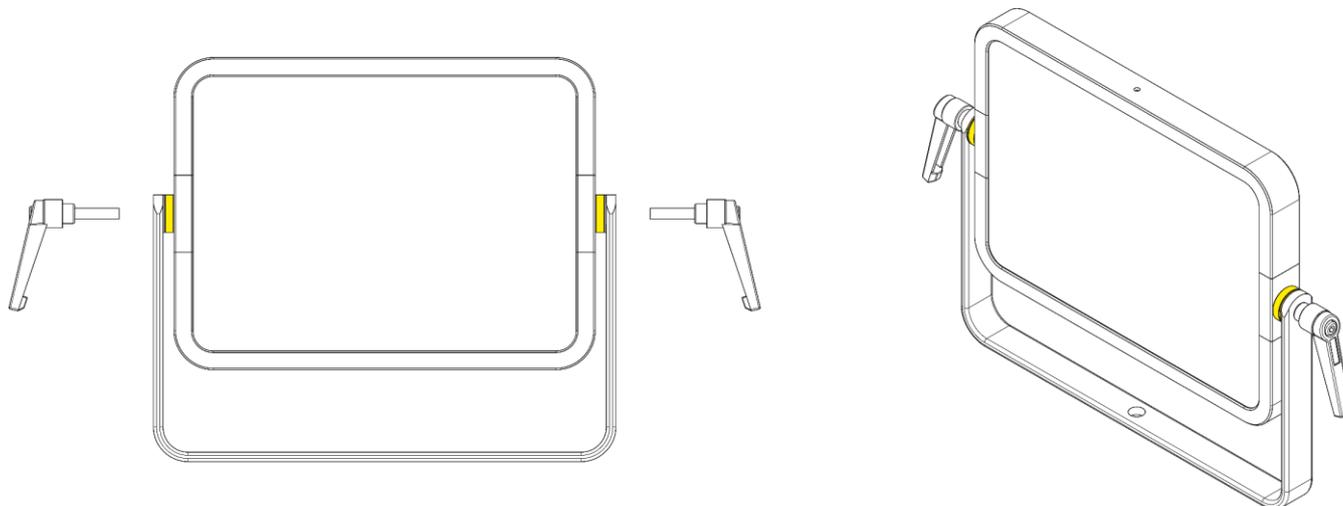

Fig. 11
- 02) Instale todos los elementos como se indica en la Fig. 11.